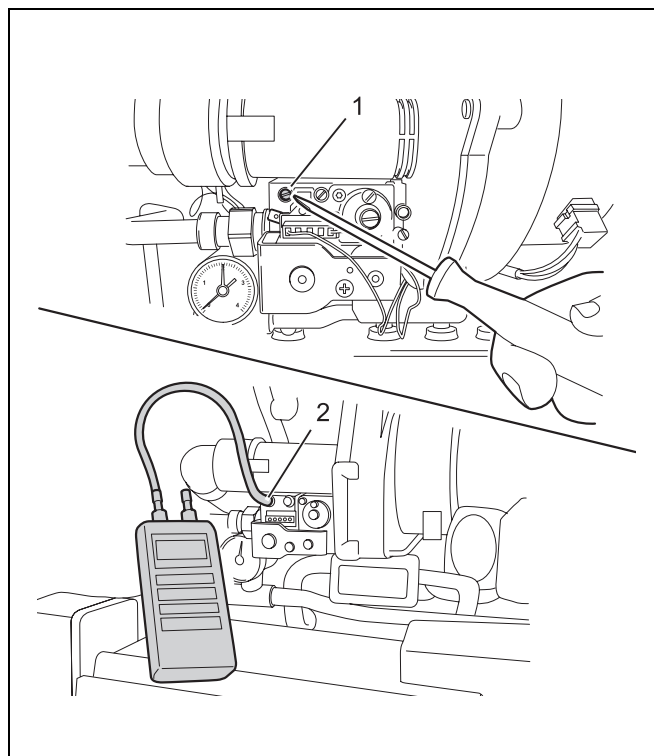

Fig. 20 Misurazione della pressione di collegamento del gas
- Chiudere il rubinetto d'intercettazione del gas. Allentare di due giri la vite di chiusura del nippel di prova per la pressione di collegamento gas (fig. 20, pos. 1).
- Applicare il tubo di misurazione dell'apparecchio di misurazione della pressione al nippel di prova (fig. 20, pos. 2).